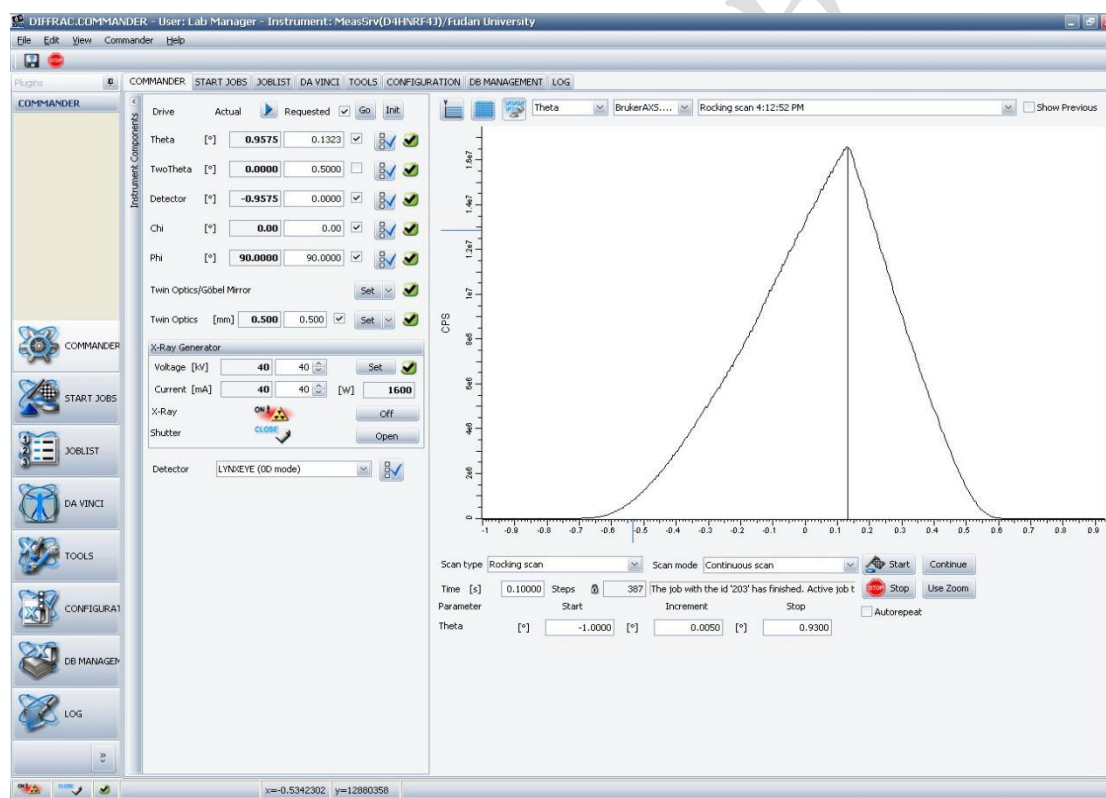

图 6-10
- (7) 做rocking scan，扫描范围在 -1° 至 1° ，步长为 0.02° ，观察谱峰位置，双击峰位，将 2theta 改为 0° （图 6-10）。打开Ratemeter，重新调节样品高度，直到强度重新变成最大强度的一半。至此，样品高度调整完毕。